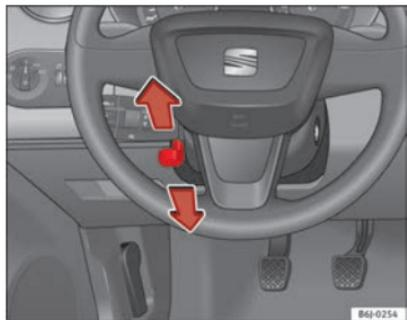

Fig. 97 Réglage en hauteur du volant
- Poussez le levier ⇒ fig. 97 situé sous la colonne de direction vers le bas ⇒ ⚠.
- Réglez le volant jusqu'à ce que vous obteniez la position souhaitée ⇒ fig. 97.
- Réglez le siège du conducteur ou le volant de sorte que la distance entre celui-ci et votre thorax soit au moins de 25 cm ⇒ fig. 97. Si vous ne respectez pas cette distance minimale, le système d'airbags sera dans l'incapacité de vous protéger – danger de mort !